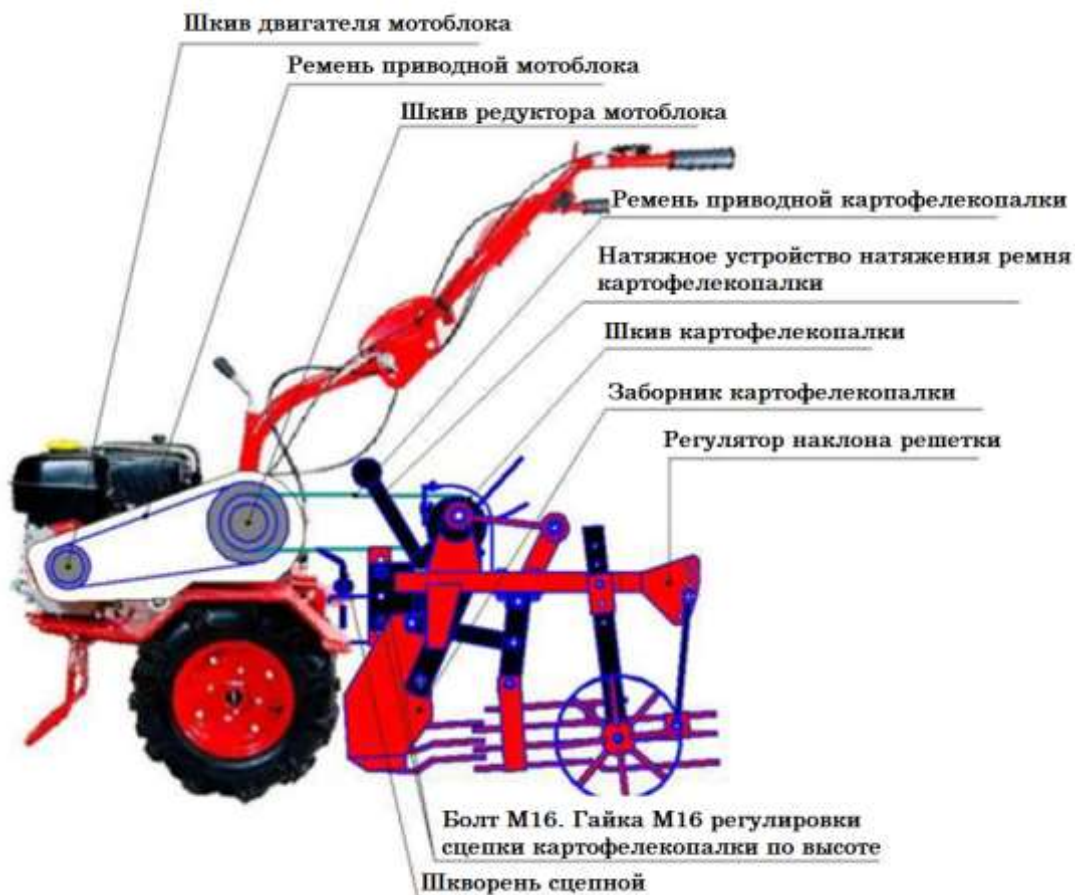

Рис.1 Картофелекопалка с ременным приводом КВР.
6.1.1. Установить скобу сцепного устройства картофелекопалки в скобу сцепного устройства мотоблока (см.рис.1) и при помощи сцепного шкворня осуществить сцепку между картофелекопалкой и мотоблоком. Установить мотоблок и картофелекопалку так, чтобы шкив картофелекопалки и шкив мотоблока были установлены в одной плоскости. Для выравнивания использовать два регулировочных болта М12, они находятся в кронштейне сцепки картофелекопалки (см.рис.1). Осуществлять операцию стыковки необходимо на ровной и чистой поверхности, чтобы корректно установить натяжной ремень и зафиксировать.
6.1.2. Отрегулировать по высоте картофелекопалку с мотоблоком при помощи регулируемой сцепки, закрепить двумя болтами М16х130 и двумя гайками М16(см.рис.1).
6.1.3. Снять кожух мотоблока. Накинуть приводной ремень на свободный ручей шкива редуктора мотоблока и ручей шкива картофелекопалки, предварительно сняв первый приводной ремень от шкива двигателя и шкива редуктора. Ролик натяжного устройства должен находиться над ремнем. Натяжение ремня осуществляется путем нажима роликом на ремень. Натяжное устройство представляет собой рычаг с роликом и зубчатого сектора. Установка необходимого натяга ремня натяжным устройством осуществляется фиксированием рычага на нужном зубце сектора (см.рис.1).
6.1.4. Наклон просеивной решетки (грохот) регулируются за счет установки втулки тяги в соответствующее отверстие на кронштейне регулятора наклона решетки (см.рис.1).
6.1.5. Отсоединение картофелекопалки от мотоблока следует осуществить в обратном порядке (см.рис.1):